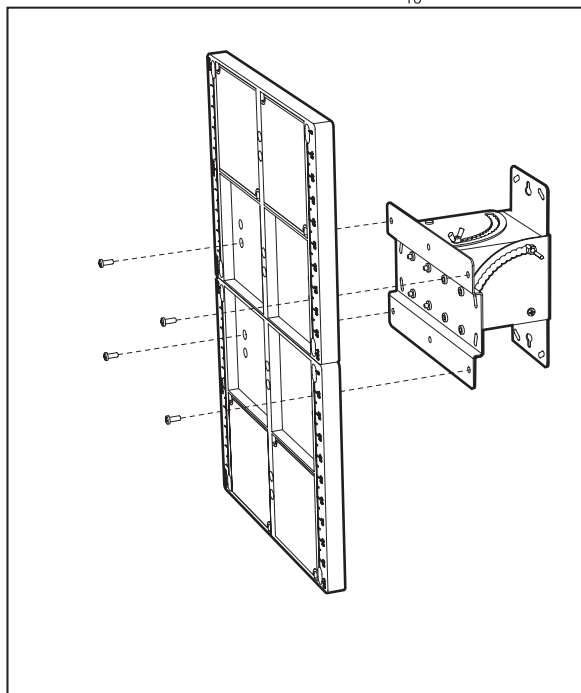

Рис.7
- демонтировать по два отражателя из каждой рамки, как показано на рис.7.